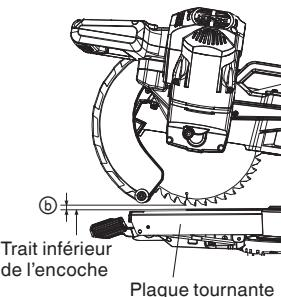

Fig. 42
- (1) Tourner la plaque d'ancrage dans le sens illustré à la Fig. 42.
- (2) Régler la profondeur de coupe voulue en réglant la distance entre la lame et la surface du plaque tournante (voir ④ à la Fig. 42).